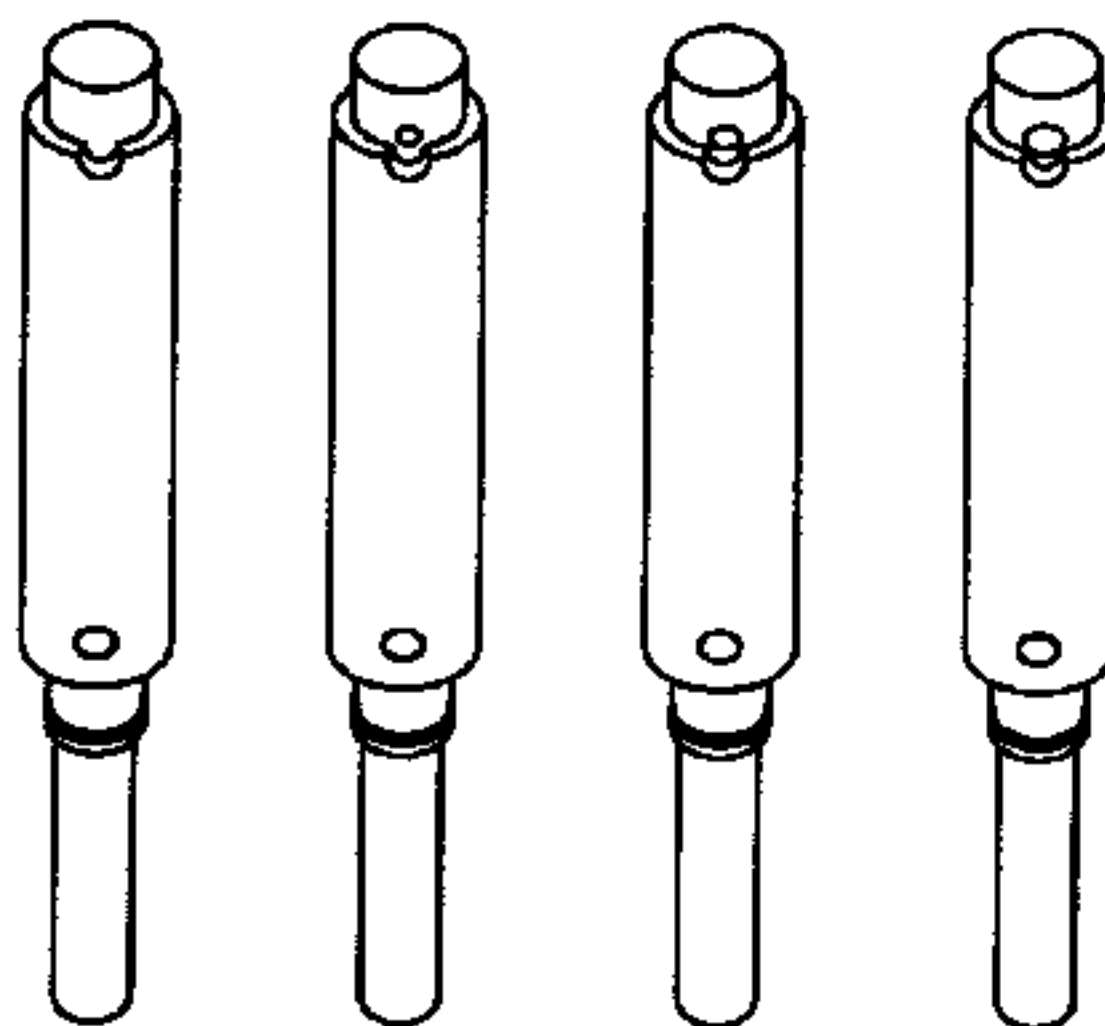

Рис. 24. Положения подающей трубки
4. Установите подающую трубку в отверстие в ванне для смеси, слегка вращая ее. Установите ее в закрытое положение (рис. 24).